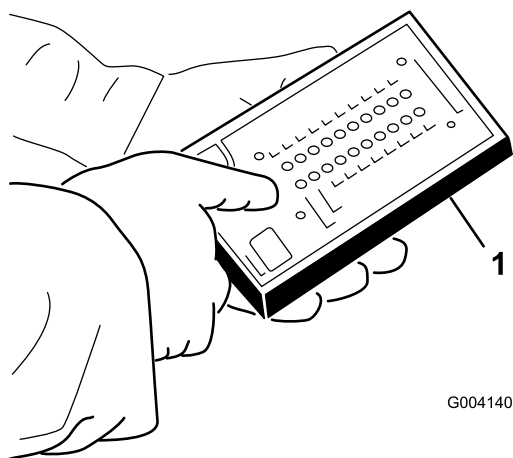

Рисунок 41
4. Подсоедините разъем диагностического прибора с дисплеем ACE к диагностическому разъему (**Рисунок 41**).